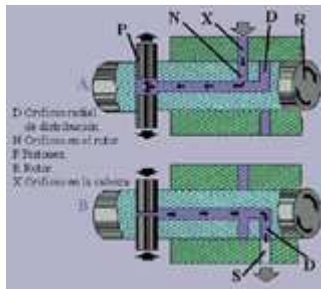

Fig. 29
**Elemento de bombeo (fig. 29)**